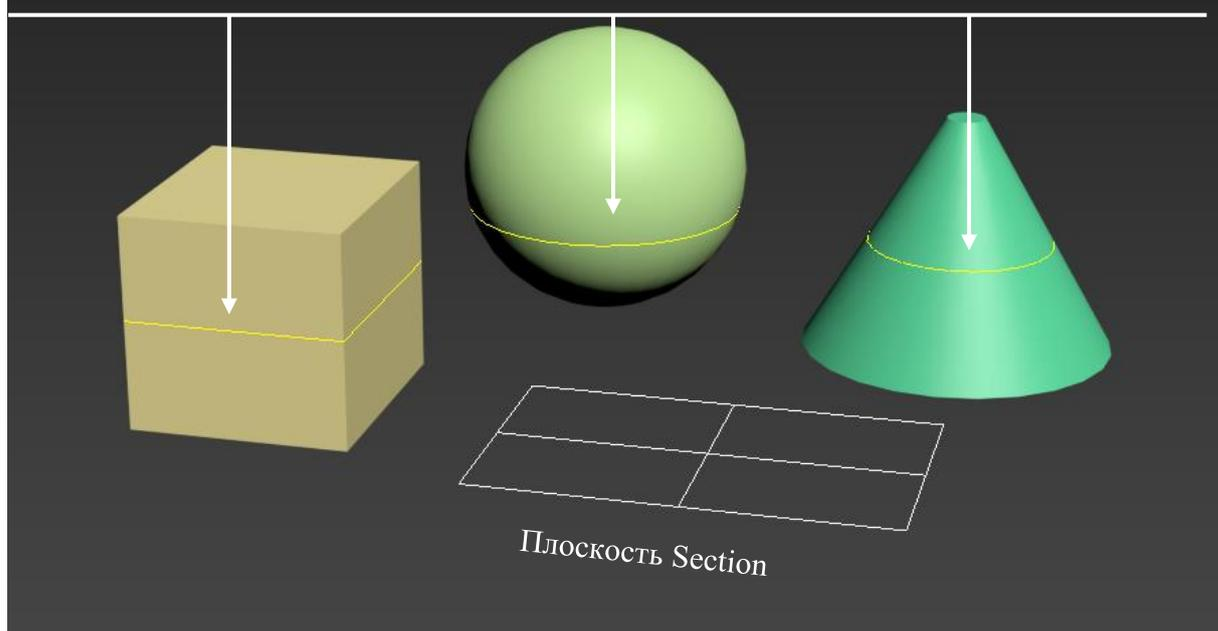

Рис. 3
**Section** – плоскость, которая создает сплайны по форме других объектов. Новые сплайны создаются по форме объекта в зависимости от места пересечения с плоскостью (рис. 3).